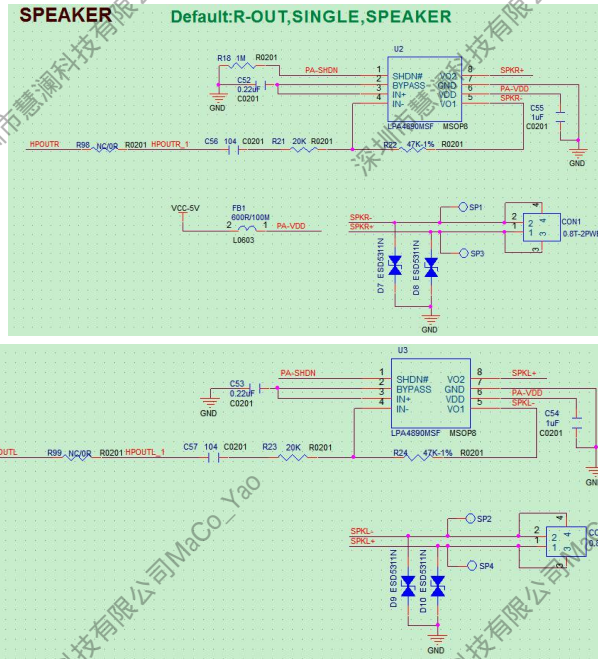

图 2-46 SPEAKER 电路设计
- R818 支持喇叭立体声双喇叭输出，如果产品为单喇叭输出时，请将功放默认接到 HPOUTR 信号上，同时将功放使能信号默认下拉电阻到地，避免上下电喇叭异响。功放设计时，注意反馈电阻的选用，反馈电阻的选用需参照功放的规格书，避免放大系数过大，导致声音失真。如图 2-46 所示：